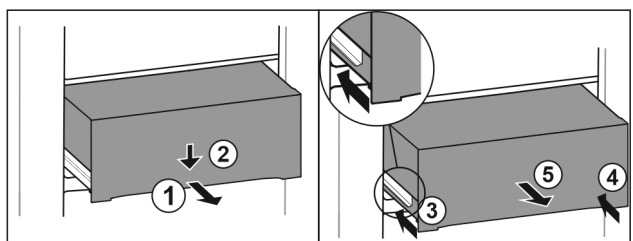

Fig. 208
- Tërhiqni jashtë sirtarin deri në gjysmë. Fig. 208 (1)
- Shtyni për poshtë sirtarin në pjesën përpara. Fig. 208 (2)
- Shtyni brenda shinën e majtë rreth 2 cm. Fig. 208 (3)
- Shtyni brenda shinën e djathtë rreth 2 cm. Fig. 208 (4)
- Hiqni sirtarin nga përpara. Fig. 208 (5)